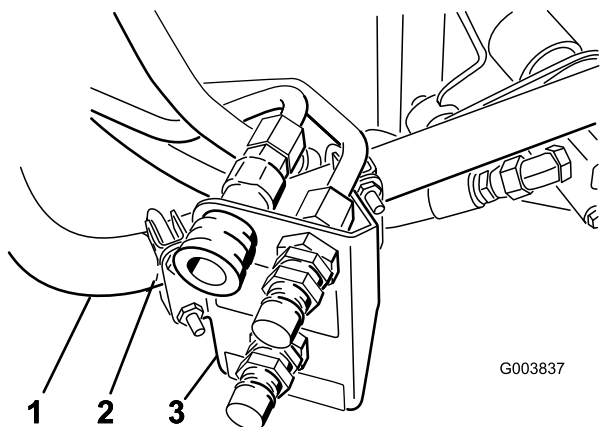

Bild 11
3. Positionieren Sie die Kupplungshalterung vorübergehend am runden Rahmenrohr, siehe Bild 11.